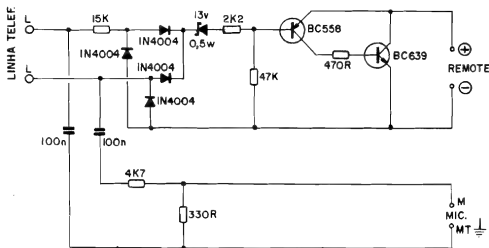

Fig. 1
- **FIG. 1 - O CIRCUITO** - A parte ativa do circuito é baseada numa simples "chave" eletrônica, composta pelos transistores BC558 (PNP) e BC639 (NPN), em acoplamento direto (uma espécie de "Darlington" complementar...), que proporciona elevadíssimo ganho em CC, e confiável ação interruptora, quando corretamente polarizados... Observem que as linhas de **emissor** (negativo) e **coletor** (positivo) do BC639 encontram-se "abertas", simplesmente classificadas com suas respectivas polaridades e com a classificação de "Remote"... É justamente através desses contatos que o circuito do REGRAT tanto recebe sua alimentação, quanto exerce sua função chaveadora! O segundo bloco (em importância) é formado pelo sistema de acoplamento à linha telefônica e de sensoramento de Tensão. Nele, inicialmente, temos um resistor de